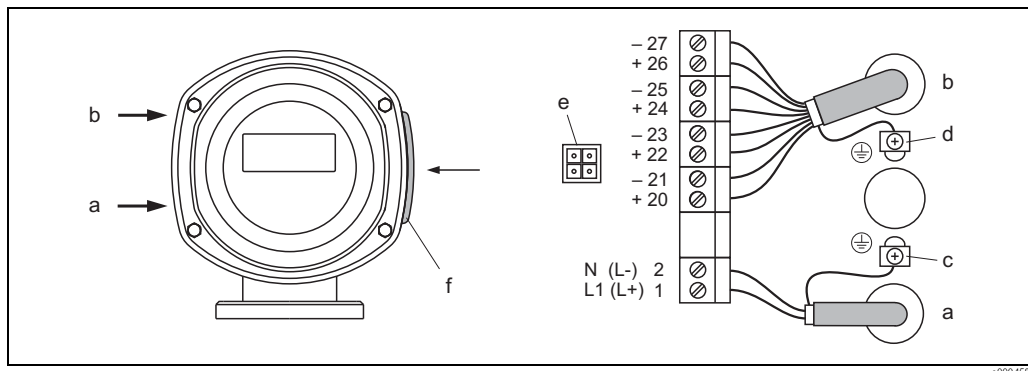

Fig. 19: Raccordement du transmetteur (boîtier de terrain en inox). Section de câble : max. 2,5 mm²
- Schéma de raccordement (boîtier inox) → fig. 19